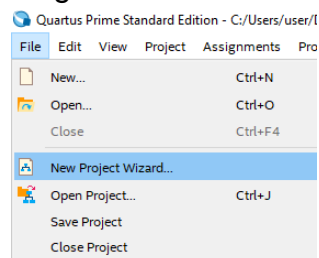

Figura 1. Creación de un nuevo proyecto.
3. Proceda a crear un nuevo Proyecto seleccionando la opción **File**→**New Project Wizard** como se observa en la Figura 1.